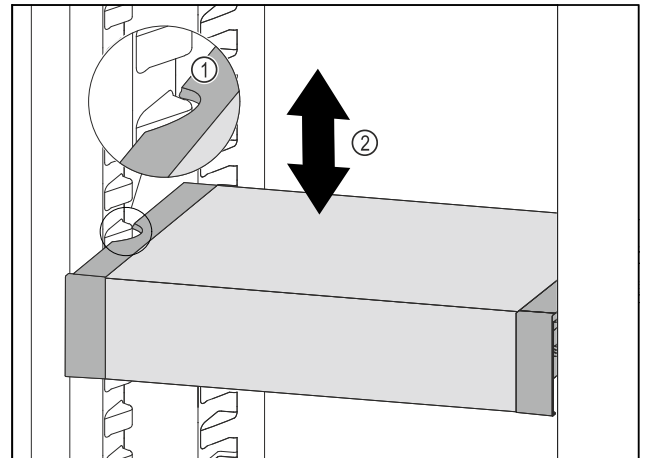

Fig. 126
- ▶ Tire del VarioSafe hacia delante hasta que los huecos laterales del VarioSafe se encuentren a la altura de la nervadura del recipiente en el compartimento del frigorífico. Fig. 126 (1)
- ▶ Mueva el VarioSafe hacia arriba o hacia abajo en el compartimento del frigorífico hasta alcanzar la altura deseada. Fig. 126 (2)